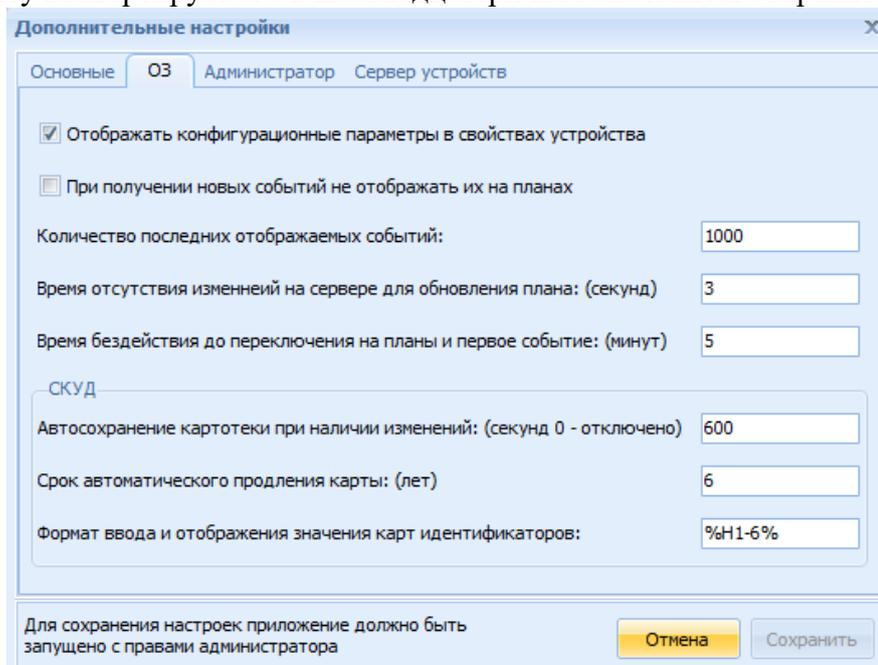

Рисунок 4.11 – Окно "Дополнительные настройки", вкладка "O3"
– «ОЗ» (рисунок 4.11) – предназначена для настройки приложения «Оперативная задача». На данной вкладке настраиваются следующие пункты: